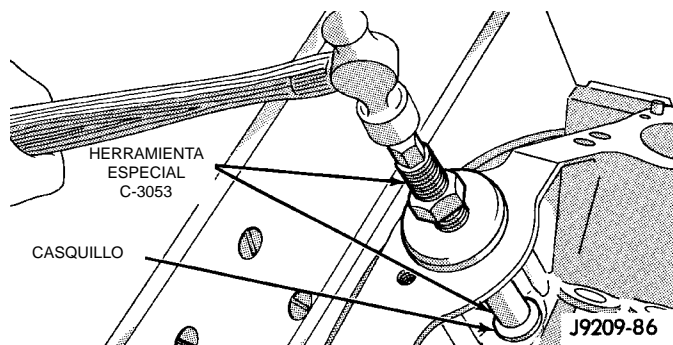

Fig. 34 Instalación del casquillo del eje de transmisión del distribuidor
(2) Empuje el casquillo y la herramienta con un martillo hasta colocarlos en posición (Fig. 34).